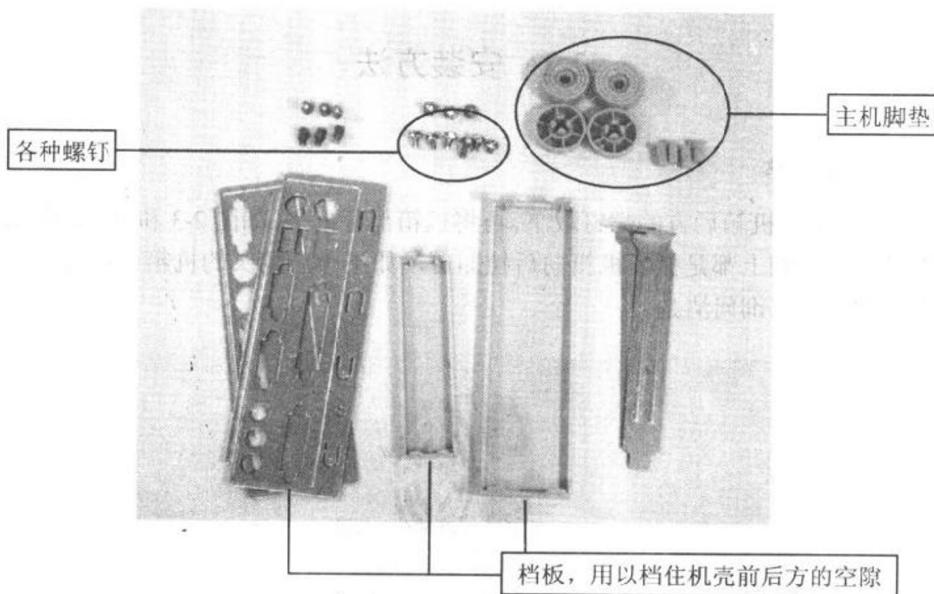

图 2-5 机箱所附的螺钉与配件
(2) 这时你可以看到机箱内部有一包螺钉（如图 2-5 所示）和其他相关配件。